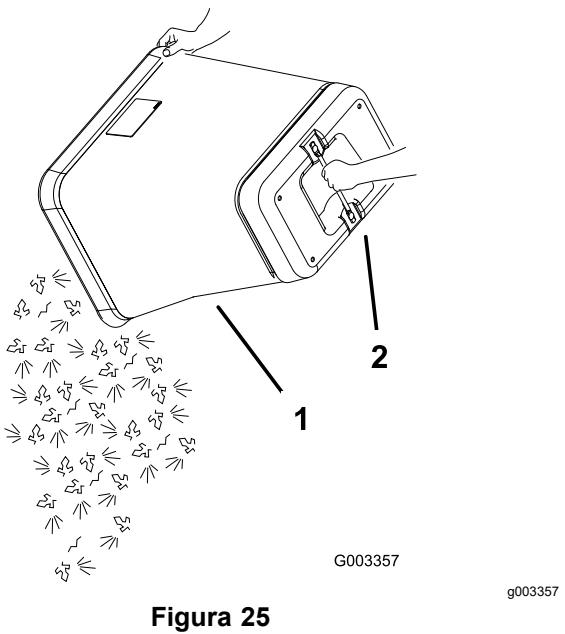

Figura 25
6. Segure a pega na parte inferior do saco e vire-o para esvaziar o saco (Figura 25).